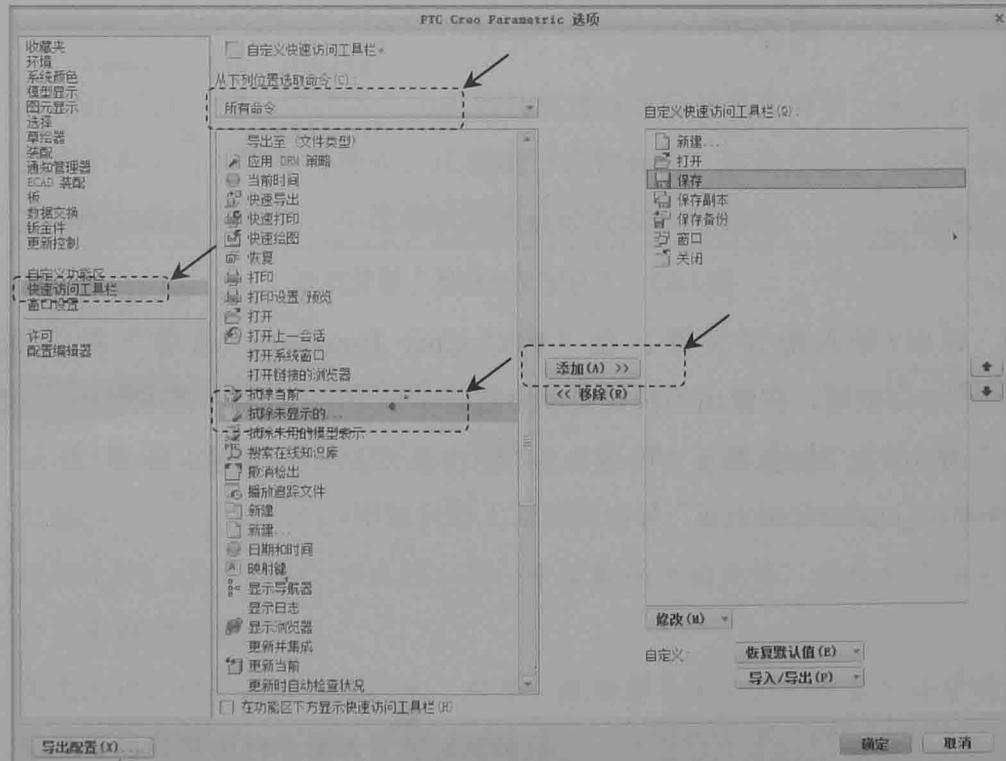

图 1.6.2 “快速访问工具栏”设置界面
Step3. 快速访问工具栏设置。在“PTC Creo Parametric 选项”对话框中单击快速访问工具栏区域，即可进入“快速访问工具栏”设置界面，如图 1.6.2 所示。在此界面中可以定制快速访问工具栏中的按钮，具体操作方法如下：